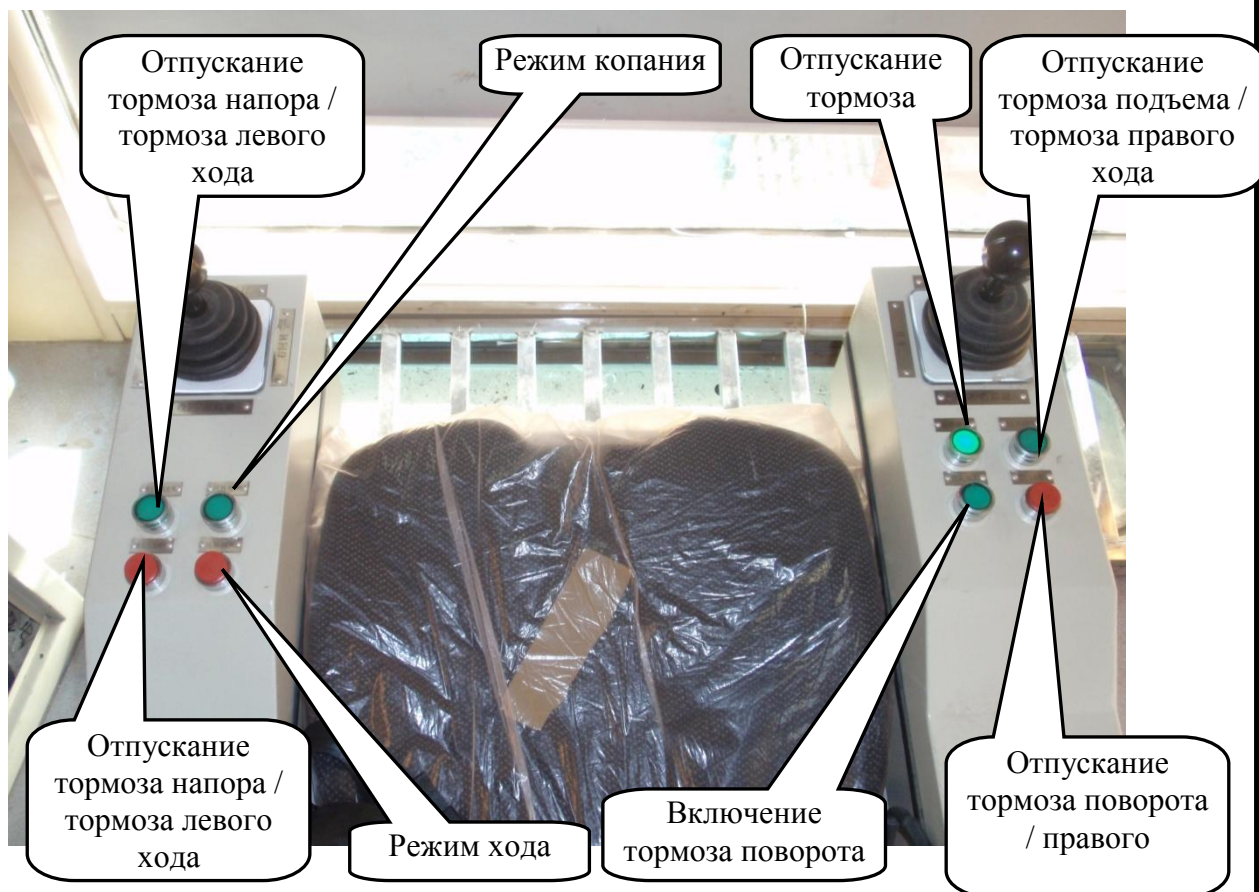

Рис. 9-2 Операции на панели сцепления
2) Закрыть тормозы всех механизмов (после этого через 3 минуты отключатся принудительные вентиляторы электродвигателей), рис. 9-2.